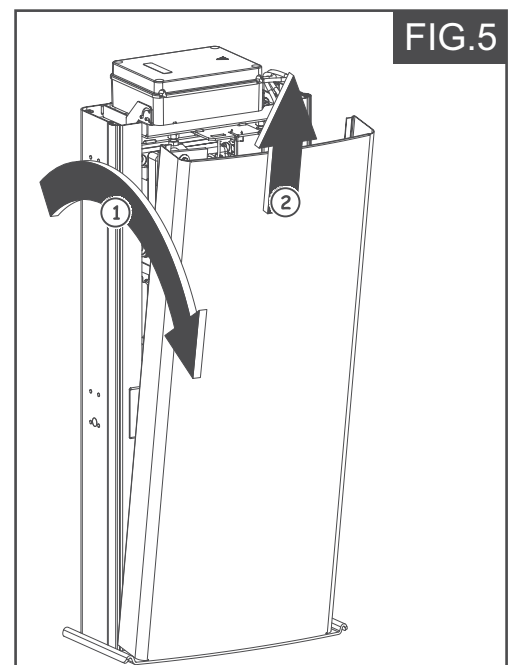

FIG.5
- 5.- Retire la portezuela como se indica en la (Fig. 5).